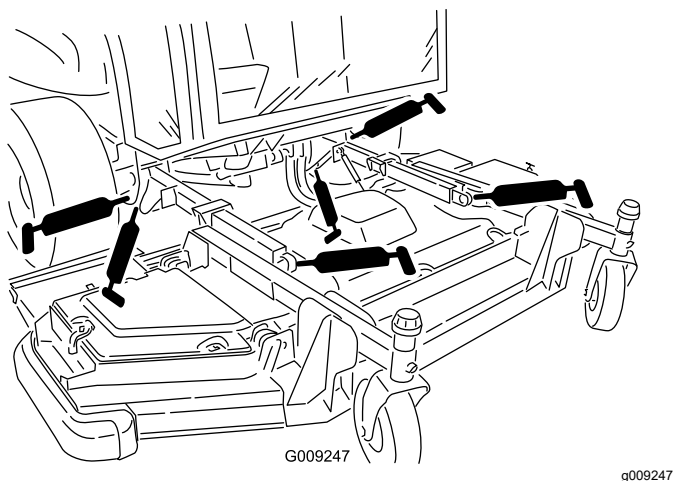

Figure 84
- 2 bagues de bras de levage (Figure 84)
- 2 rotules de bras de levage (Figure 84)
- 2 pivots de vérins de levage de tablier avant (Figure 84)